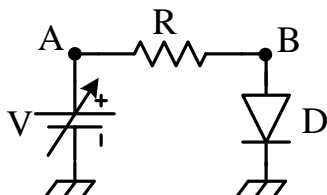

Figura 1. Circuito de Polarización Directa del Diodo.
1.3) En el circuito de la Figura 1, $V=10V$, $R=10k\Omega$ y con los datos hallados en el punto 1.2 para el diodo 1N400X, indique la tensión en el diodo (V_B), calcule la corriente del circuito, la potencia del diodo y de la resistencia.
1.5) En el circuito de la Figura 1 con la fuente variable V , $R=10k\Omega$ y midiendo las tensiones en los puntos A y B, va a obtener experimentalmente, punto a punto, la curva característica $v-i$ del diodo en polarización directa. Diga cuál es el valor máximo que puede colocar a la fuente variable V y cómo obtendrá para cada punto de medición la corriente del diodo. Justifique sus respuestas.
2.1) Monte el circuito de la Figura 1 con las condiciones fijadas en el punto 1.3. Mida la tensión en el diodo y determine la corriente del circuito.